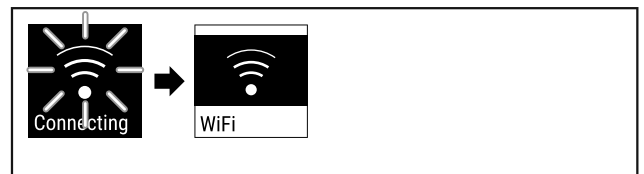

Fig. 86
- ▶ З'єднання створюється (див. Fig. 86).